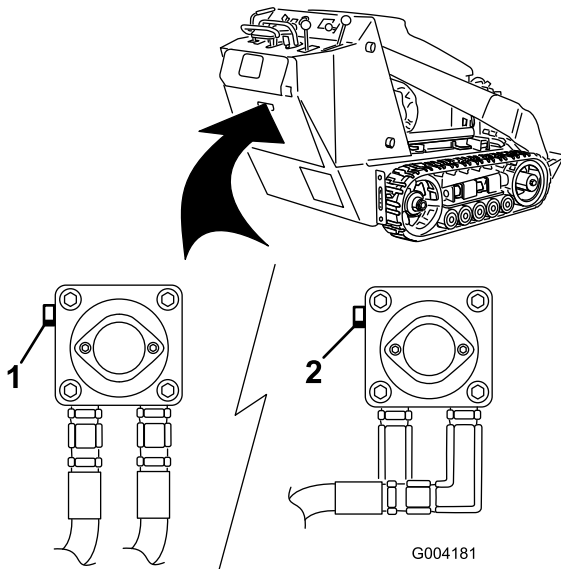

Figure 18
3. A l'aide d'une clé, donnez deux tours dans le sens anti-horaire aux vannes de remorquage situées sur les pompes hydrauliques (Figure 18).